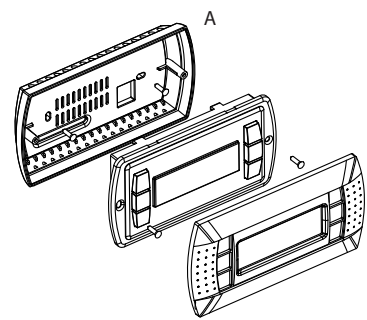

Fig. 2
Il montaggio a parete del terminale prevede l'iniziale fissaggio del retrocontenitore A (Fig. 2), per mezzo di una scatola standard a 3 moduli per interruttori.
- appoggiare il frontale al retrocontenitore e fissare il tutto utilizzando le viti a testa svasata presenti all'interno dell'imballo come illustrato in Fig. 2;
The wall-mounting of the terminal first requires the back piece of the container A (Fig. 2) to be fitted, using a standard three-module switch box.
- Rest the front panel on the back piece and fasten the parts together using the flush-head screws supplied in the packaging, as shown in Fig. 2;